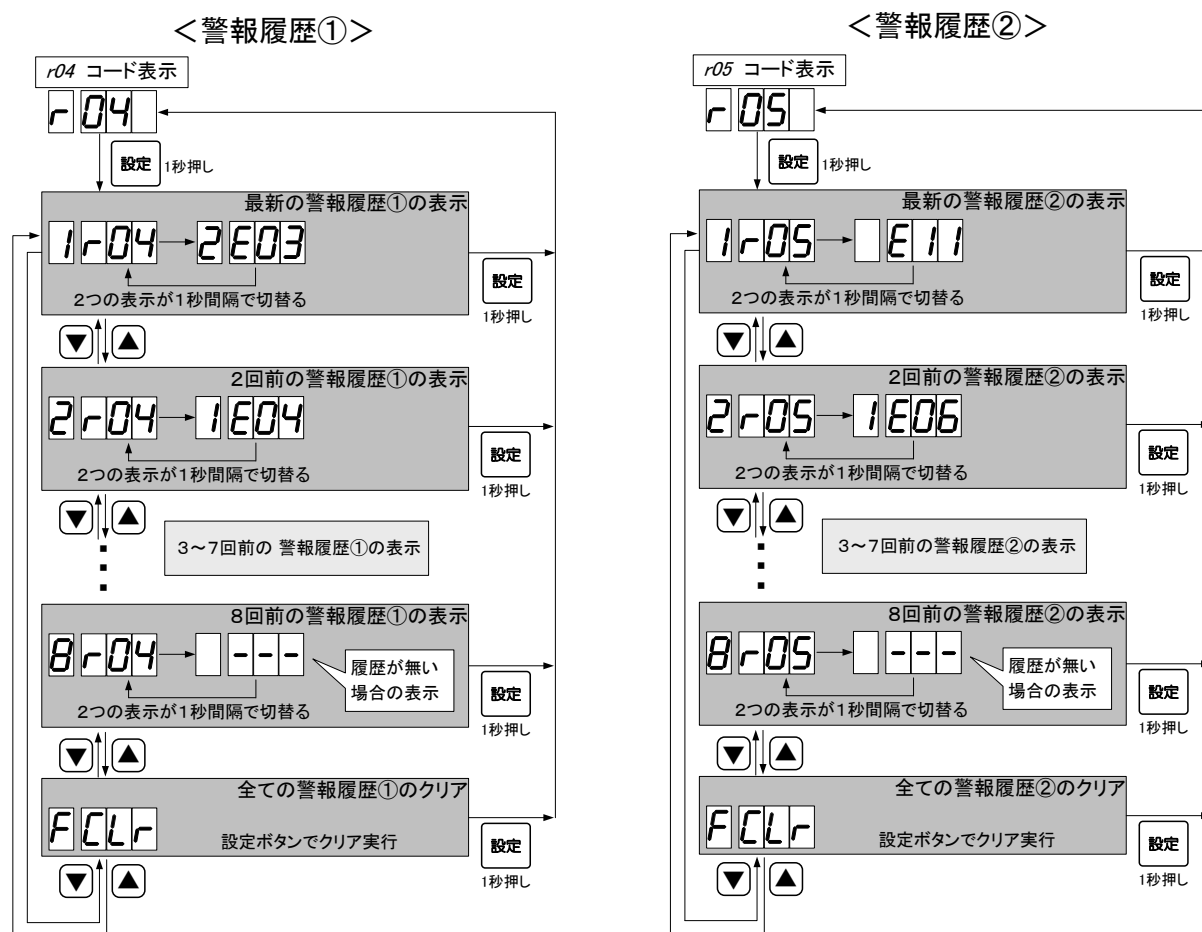

図 23 警報履歴①と②の表示例
- ・ 警報履歴①は、コード r04 で、確認することができます。
- ・ 図 23 に、表示例を示します。
- ・ 警報履歴②は、コード r05 で、確認することができます。
- ・ 保存される警報は、警報履歴①以外(※)です。警報の内容及び、コード表示については、「8故障の原因と対策」を参照ください。